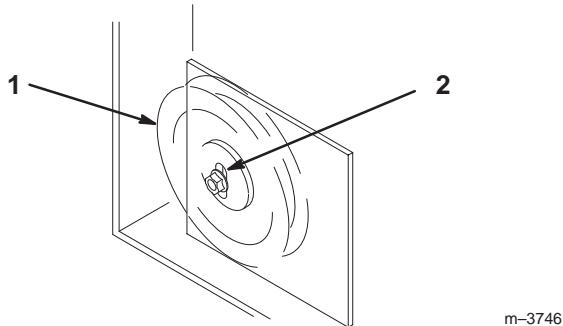

Figure 72
11. Si la plaque de la poulie de tension touche le bout de la fente de réglage et qu'il faut encore tendre la courroie, une légère modification de la poulie de tension fixe droite peut offrir un réglage de tension supplémentaire (Fig. 72).